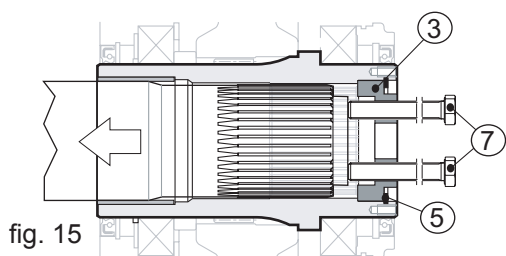

fig. 15
Inserir dois parafusos nos dois furos rosqueados presentes na placa de retenção (pos. 3) (pos. 7) e aparafusá-los até que se apoiem no eixo da máquina (pos. 1) e, em seguida, continuar a apertá-los de modo alternado, dando no máximo uma volta a cada vez (ver a fig. 15).